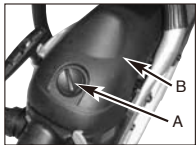

Fig. 18A
2. Fjern knotten (A) som holder luftfilterdekslet på plass, fjern øvre deksel (B) ved å løse skruene på dekslet. Dekslet kan løftes av. (Fig. 18A)